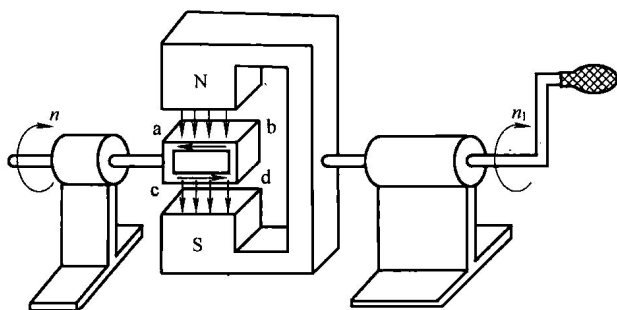
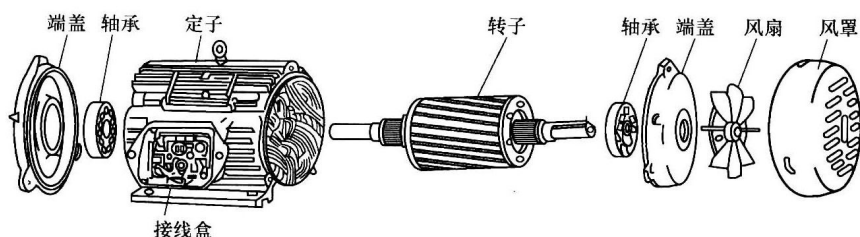

图 1-1 感应电动机的工作原理
图 1-2 三相感应电动机的结构
感应电动机工作原理如图 1-1 所示。
1-1 中的马蹄形磁铁旋转，则旋转着的磁场就切割转子导体而在其中感应出电动势。感应电动势的方向可用发电机右手定则来决定。如果马蹄形磁铁按照 n_1 所示方向旋转，则转子导体的电动势方向如图 1-1 中的箭头所示，在 S 极下，导体 ab 的电动势是从右向左，而在 N 极下导体 cd 的电动势则为从左向右。由于转子导体是闭合的，因此
三相感应电动机又叫三相异步电动机，在结构上主要由两大部分所组成：①产生旋转磁场的部分，其作用相当于图 1-1 中旋转着的马蹄形磁铁，但在三相感应电动机中这部分是不动的，称为“定子”；②可以自由旋转的部分，如图 1-1 的 abcd 转子，但在三相感应电动机中，导线嵌在鼠笼式铁芯中，俗称鼠笼转子，简称“转子”。转子与定子之间有空气隙，简称“气隙”。此外还有端盖、轴承、接线盒等其他附件，如图 1-2 所示。